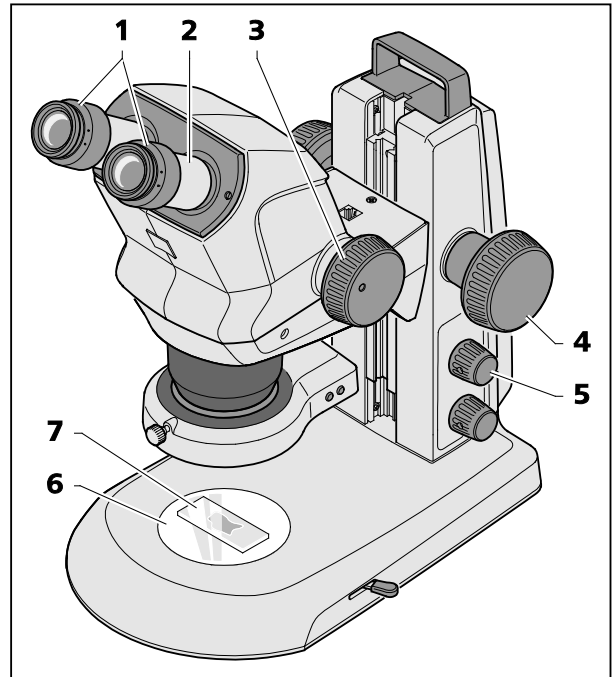

Fig. 13 Ajustar o estereomicroscópio
1. Colocar o objeto (amostra) (Fig. 13/7) no centro da placa de vidro ou de material sintético (Fig. 13/6) e iluminá-lo (Fig. 13/5).
2. Repor a compensação de dioptrias nas oculares reguláveis (Fig. 13/1) a "0".
3. Regular a distância interocular individual, deslocando lateralmente os tubos oculares (Fig. 13/2) até que, mirando pelas oculares com os dois olhos, se veja **um** só círculo luminoso sem cortes (campo objeto).
4. Regular, em primeiro lugar, o aumento mínimo do zoom (Fig. 13/3).
5. Focalizar um pequeno detalhe característico no centro da imagem do objeto (Fig. 13/4).
6. Regular o valor máximo do zoom (Fig. 13/3). Devido ao aumento, o detalhe característico tornar-se-á provavelmente desfocado, já não encontrando-se no centro da imagem.
7. Focalizar o objeto, depois localizar de novo o detalhe, deslocando o objeto, e tornar a focalizá-lo exatamente (Fig. 13/4).
8. A seguir, tornar a regular o valor mínimo do zoom e corrigir as desfocagens eventualmente existentes, em separado para cada um dos olhos, mediante a compensação de dioptrias **nas oculares reguláveis** (não no botão de focalização, Fig. 13/4) (compensação do defeito visual).
- Apertando o botão rotativo (Fig. 13/5), encende-se ou apaga-se o iluminador de luz refletida (lâmpada spot ou lâmpada spot duplo).